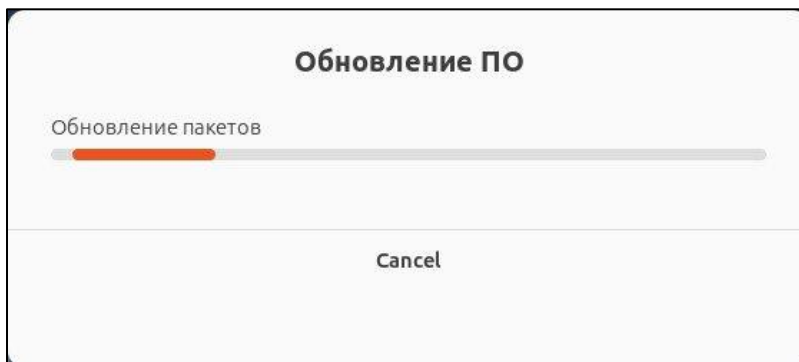

Рисунок 85 – Уведомление о запуске обновления ПО
- 4) Выберите «Обновление ПО» и нажмите «ОК». Отобразится уведомление о запуске обновления (см. Рисунок 85).